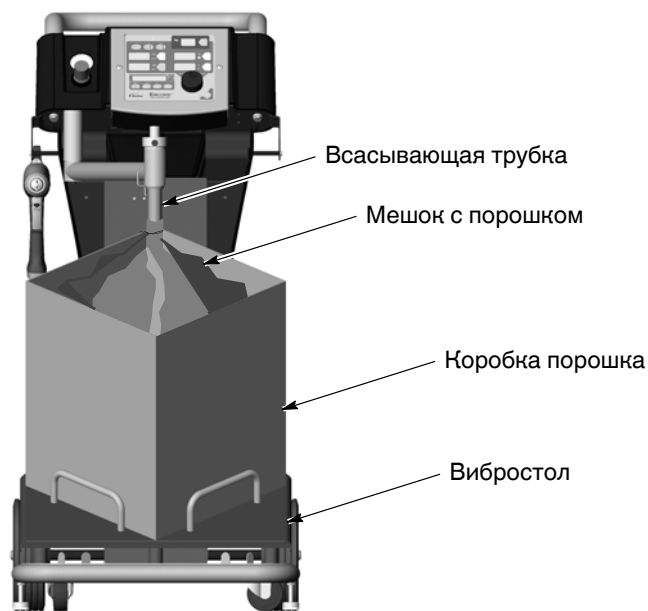

Рис. 4-2 Пуск с коробкой порошка
2. См. рис. 4-2. Поставить коробку с порошком на вибростол.